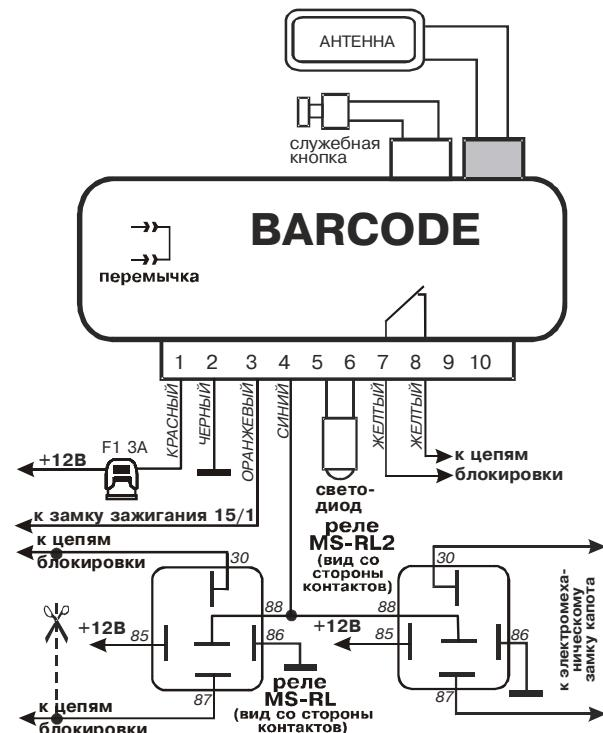

Рис.1. Схема подключения иммобилайзера BARCODE
Иммобилайзер может быть установлен на любой автомобиль с бортовым напряжением 12 В и отрицательным полюсом на корпусе (рис.1).
Звуковые сигналы в системе можно отключить. Для этого надо открыть корпус и снять перемычку со штырей в основном блоке (см. рис.1). Сохраните перемычку, надев на один из штырей.
- установить и подключить MS-RL/MS-RL2 к системе в соответствии со схемой на рис.1;